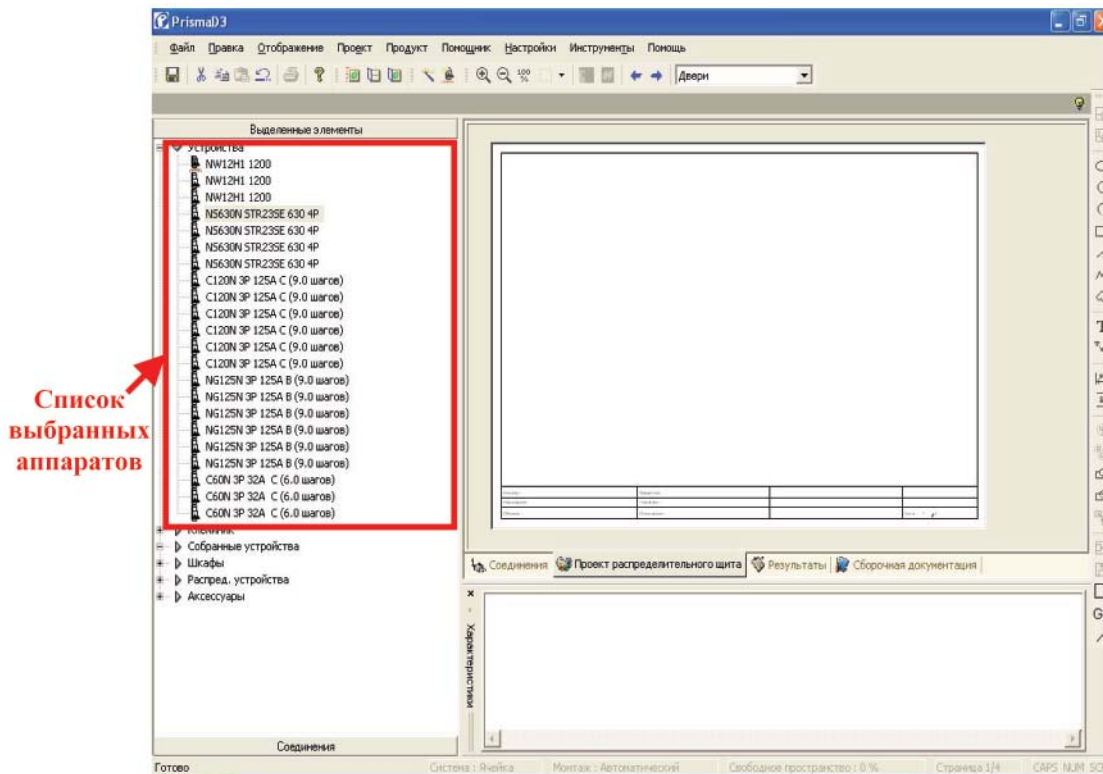

Рис. 97
- 9) Аналогичным образом выбираем автоматические выключатели серии Multi9: 6-ть автоматических выключателей C120, 6-ть автоматических выключателей NG125 и 3-ри автоматических выключателя C60. После выбора всех аппаратов закрываем каталог. Модуль Prisma Design (рис. 97) содержит все выбранные аппараты.